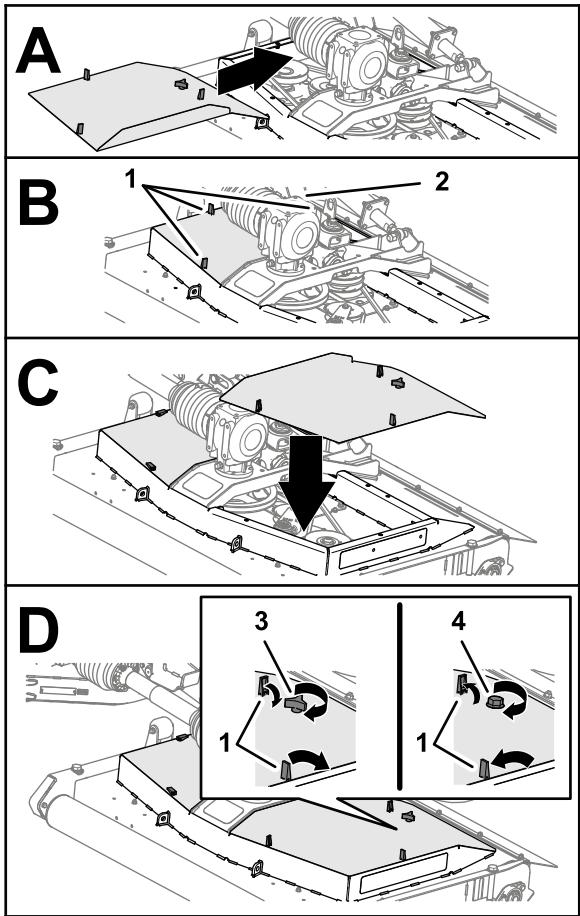

Figura 47
1. Alinee los cierres de la cubierta de la carcasa con los orificios de la carcasa de corte (Figura 47).
2. Monte la cubierta de la carcasa en la carcasa de corte (Figura 47).
3. Sujete la cubierta (Figura 47) como se indica a continuación:
4. Sujete los 3 cierres de la cubierta a la carcasa de corte (Figura 47).
5. Repita los pasos 1 a 4 con las otras cubiertas que retiró (Figura 47).